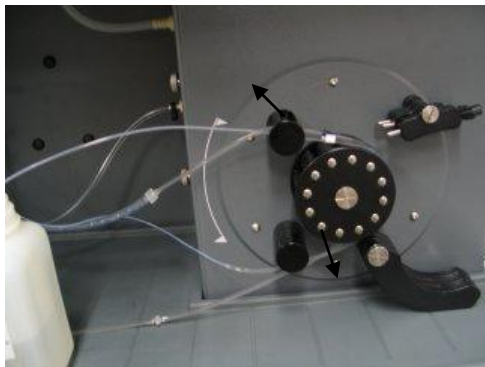

Рис. 8 – перистальтический насос с отжатыми прижимными планками и опорной планкой в разблокированном положении, обеспечивающим ослабление трубок.
- a отожмите винты прижимных планок. При этом прижимные планки отжимаются от опорной планки (обратитесь к рис. 8)